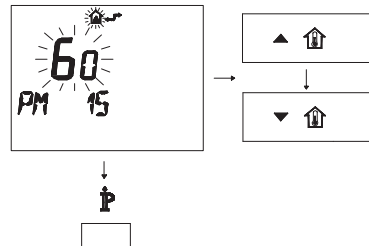

Figura 5.28
- Modificare il SET programmato agendo sui pulsanti  o  fino a visualizzare un **set di 60**, aspettare che il numero programmato cominci a lampeggiare (Figura 5.28).